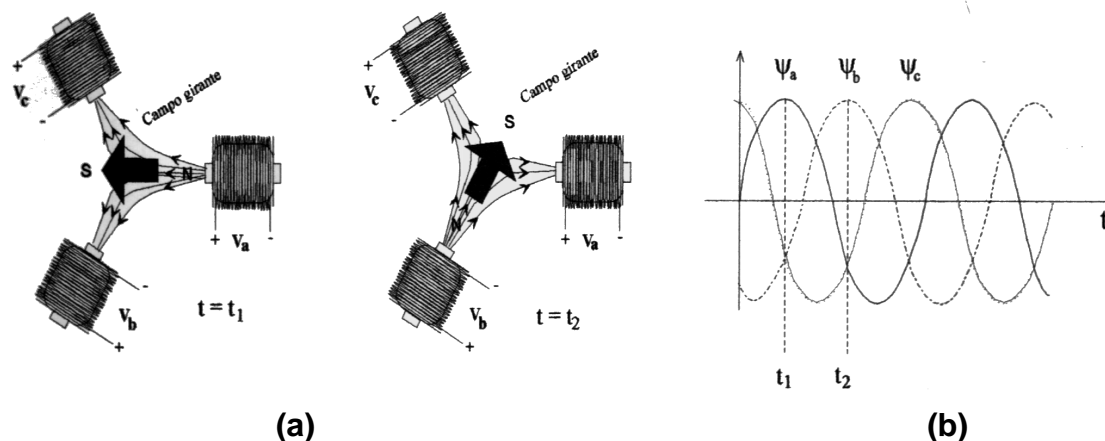

Figura 5 - Campo Magnético Girante
Uma possibilidade para a obtenção de um campo magnético girante, consiste em se utilizar um conjunto de três bobinas idênticas, dispostas geometricamente conforme indicado na figura 5(a).
Se forem interligadas em Y ou Δ e conectadas a uma fonte de tensão senoidal trifásica equilibrada, resultam os fluxos magnéticos nas 3 fases (ψ_a , ψ_b e ψ_c) mostrados na figura 5(b).
- ♦ Faça a montagem da figura 5 e verifique experimentalmente.